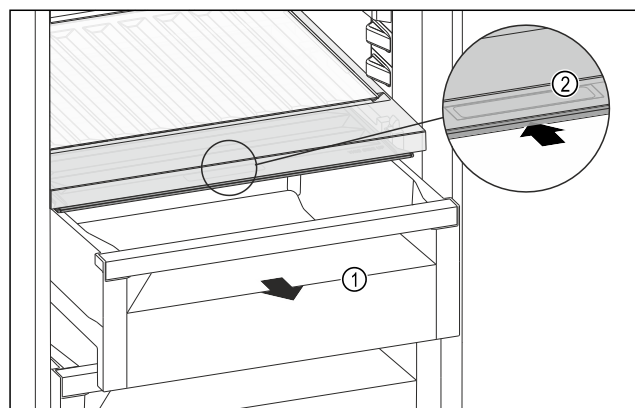

Fig. 241
- ▶ Извлеките выдвижной ящик Fig. 241 (1).
- Возьмитесь за утопленную ручку *Fig. 241 (2)* на крышке отделения и одновременно введите крышку отделения назад.